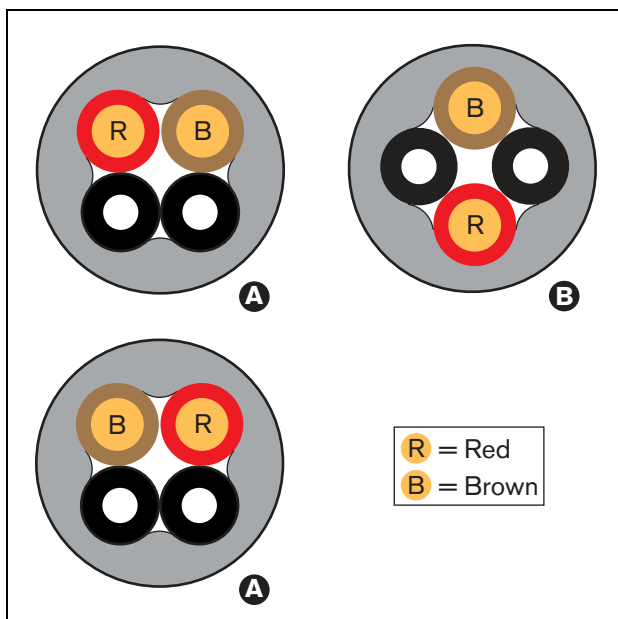

рисунок 30.5: Типы кабелей
- Кабели типа А, в которых пластиковые оптические волокна расположены рядом друг с другом (см. рисунок 30.5, на котором показаны оба конца кабеля).
- Кабели типа В, в которых пластмассовые оптические волокна расположены друг напротив друга (см. рисунок 30.5, оба конца кабеля идентичны).